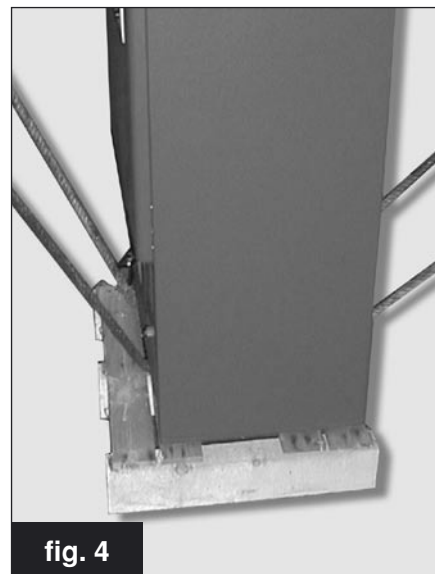

fig. 4
**Attenzione: nel sollevare la caldaia dal banco trattenerla per non rovesciarla (fig. 4);**